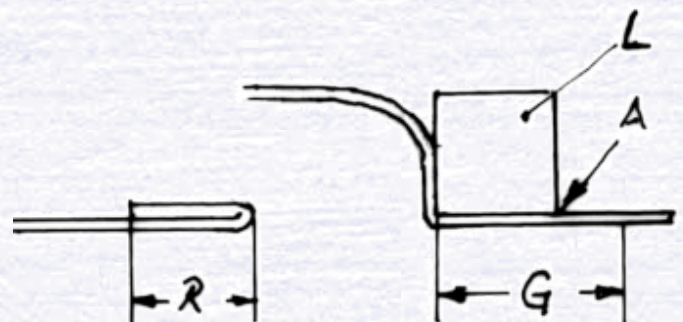

Abb. 4
3. Wenn jetzt der Rand wieder gerade gebogen wird, wird die scharfe Kante sichtbar, während sich der dahinter liegende Stoff nach oben wölbt. Die sich so bildende Kante läßt sich jetzt eine Leiste mit der gewünschten Randbreite (3-4 mm) zum Anzeichnen des Außenrandes (Abb. 4) anlegen.
- g. Wie schon eingangs angedeutet, wird jetzt das Segel in diesen festen Rahmen eingenäht. Hierdurch ist eine gleichmäßige Einhaltung garantiert. Was bei oberflächlicher Betrachtung als Erschwerung erscheinen mag, stellt sich bei praktischer Anwendung als gar nicht so schlecht heraus. Ehe wir jetzt aber wirklich zur Nadel greifen, kommt es noch zu einer Verbesserung, die mir mein seefahrender Freund Willi Pülmanns verraten hat: dem Vorstechen der Nählöcher auf der Nähmaschine ohne Faden, mit der umgeschlagenen Seite nach oben. Hierdurch werden die Stichabstände wunderbar gleichmäßig. Bei einer Maschine, die den gleichmäßigen Randabstand von ca. 1 mm nicht hergibt, greifen wir zurück auf die in Absatz 9, Abb. 4 beschriebene Modifikation des Füßchens. Hierbei muß das Maß des Anschlaghölzchens noch etwas verbreitert werden, wodurch der Abstand der Nadel zum Anschlag verkleinert wird. Wenn die Löcher beim Scheinnähen nicht gut sichtbar werden, sollte man den Randstreifen noch einmal mit einer Leimlösung bestreichen.